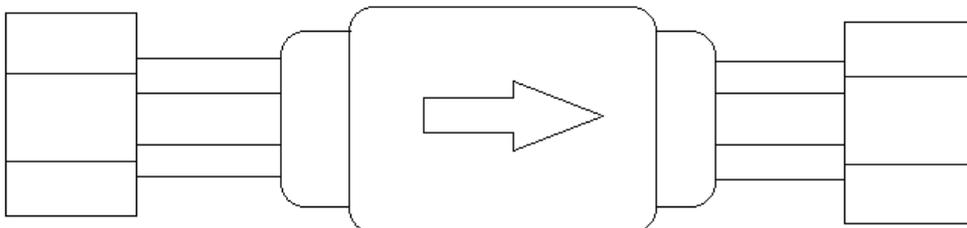

Figura 9
**1.2.2** – Svitare il raccordo posizionato sul lato opposto alla valvola di chiusura fino a smontarlo dalla tubazione. Avvitare lo stesso, dopo aver provveduto accuratamente al rifacimento della guarnizione della filettatura, ad una nuova «valvola di ritegno» con flusso orientato come da freccia. Avvitare un nuovo raccordo al lato opposto della «valvola di ritegno» fino a realizzare l'assemblaggio riportato in Figura 9